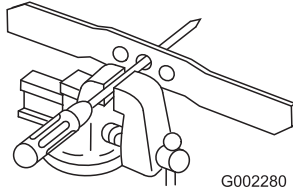

Bild 27
1. Prüfen Sie die Auswuchtung des Messers, indem Sie das mittlere Loch im Messer über einen Nagel oder einen Schraubenzieherschaft hängen, den Sie horizontal in einen Schraubstock einklemmen (Bild 27).